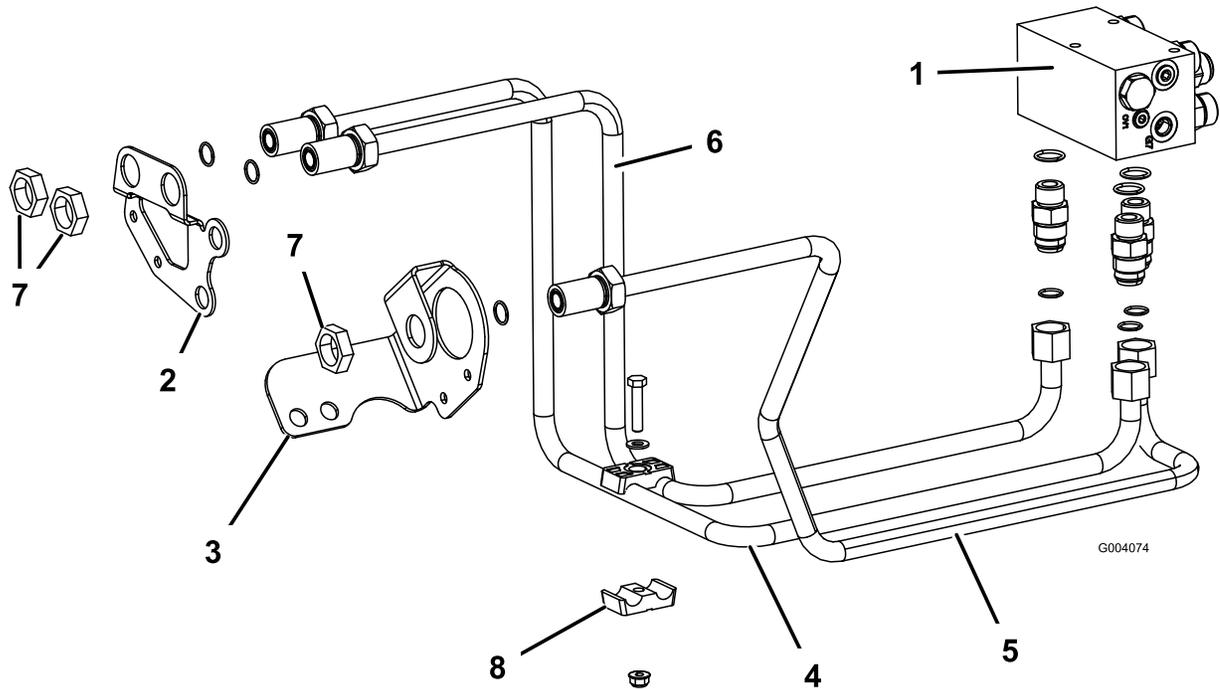

Figura 10
1. Enrute el tubo hidráulico, pieza n.º 108-7624, desde el acoplamiento izquierdo del colector, marcado "RF", hasta el orificio derecho del tabique derecho del bastidor (Figura 10).
2. Sujete el extremo trasero del tubo hidráulico al acoplamiento del colector y el extremo delantero al tabique usando una contratuerca (1-5/16"), consulte la Figura 10.
3. Enrute el tubo hidráulico, pieza n.º 108-7626, desde el acoplamiento central del colector, marcado "REV", hasta el orificio del tabique izquierdo del bastidor (Figura 10).
5. Enrute el tubo hidráulico, pieza n.º 108-7625, desde el acoplamiento derecho del colector, marcado "LF", hasta el orificio izquierdo del tabique derecho del bastidor (Figura 10).
7. Sujete las 2 líneas del tabique derecho con las mitades de abrazaderas de tubos, el perno (5/16" x 1½"), una arandela plana (5/16") y una tuerca con arandela prensada (5/16"); consulte la Figura 10.